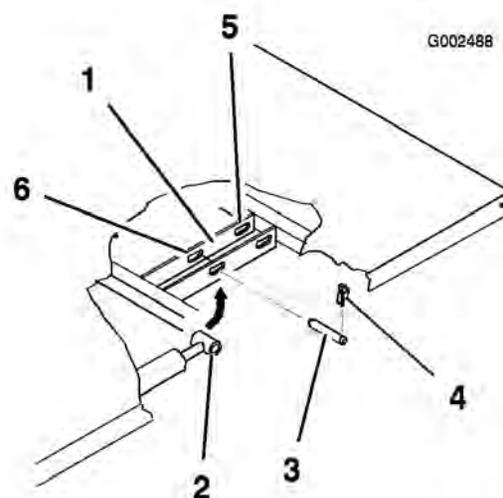

図 3
2. シリンダの外側端部からリンチピンを外す(図 3)。
- シリンダロッドの端部を荷台取り付けプレートのスロットに固定しているクレビスピンを外す(図 3)。